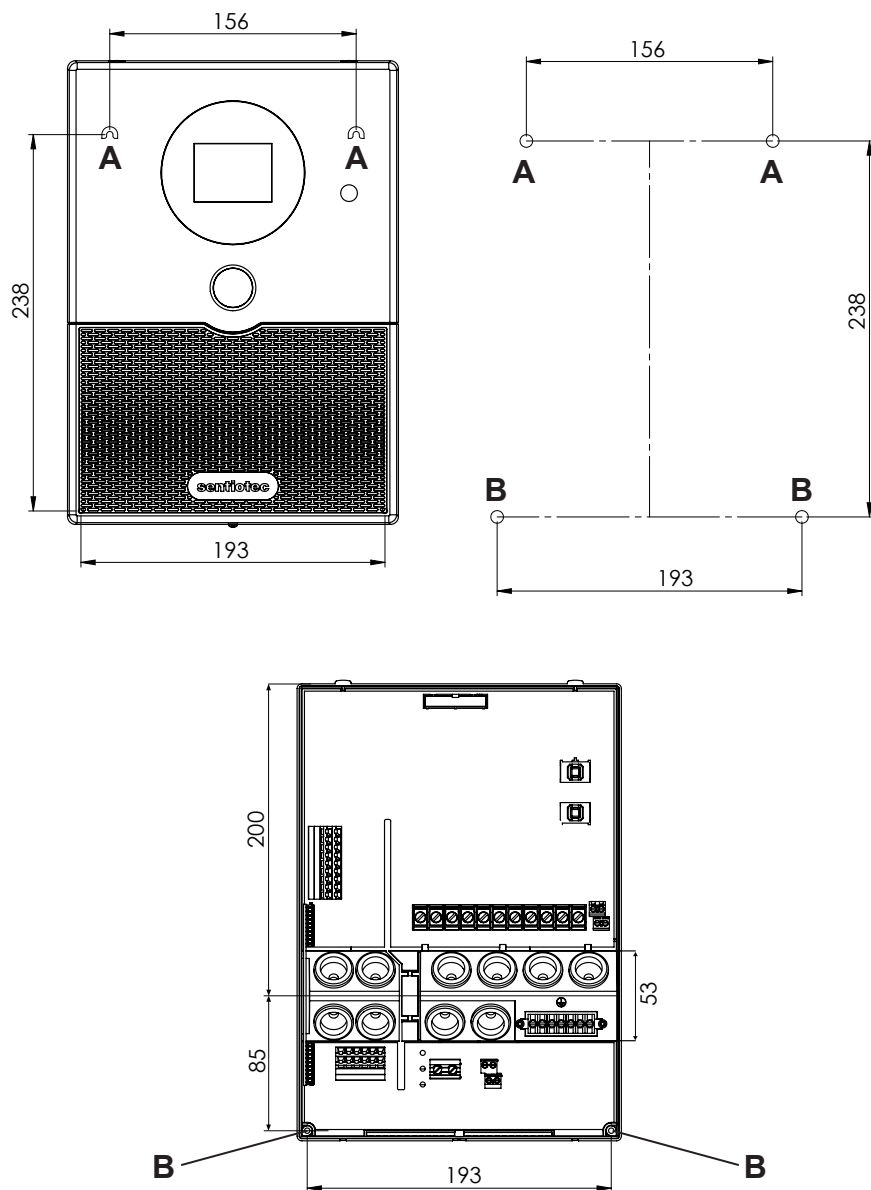

Fig. 1 Posizione del dispositivo di sospensione e dei fori di montaggio (misure in mm)
1. Avvitare due viti per truciolari (3 x 25 mm) sulla parete della sauna a un'altezza di ca. 1,70 m lasciandole fuoriuscire di max. 7 mm. Le due viti devono essere posizionate a una distanza di 156 mm l'una dall'altra (vedi **Fig. 1**).
4. Con l'ausilio del dispositivo di sospensione **A**, agganciare il comando della sauna alle viti con intaglio a croce montate (vedi **Fig. 1**).
5. Avvitare due viti per truciolari (3 x 25 mm) nei fori di fissaggio inferiori **B** (vedi **Fig. 1**).